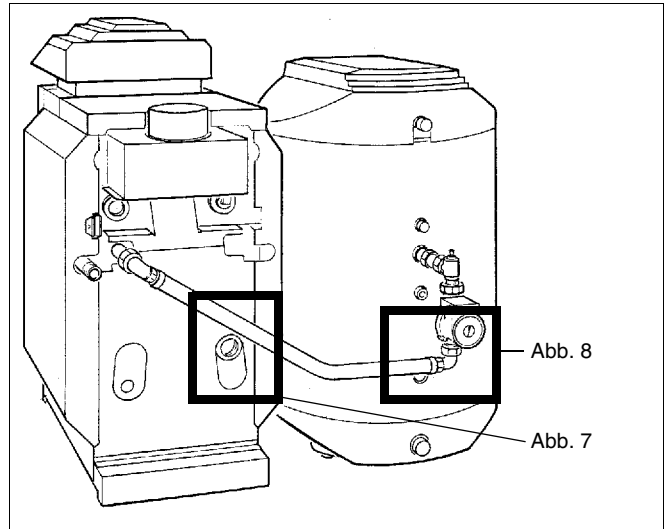
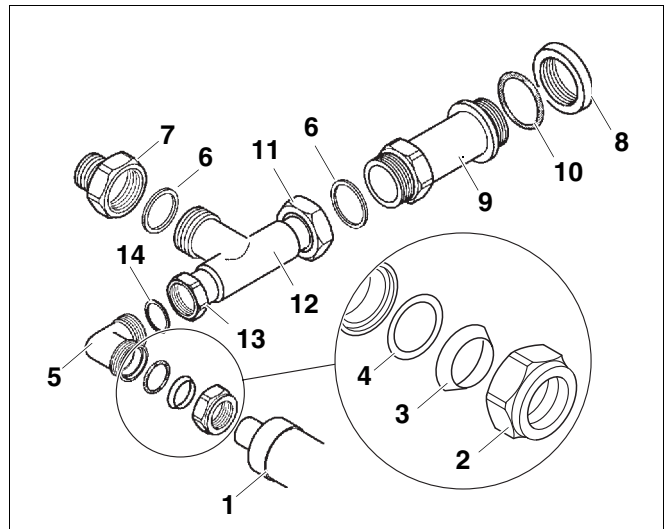

Abb. 6 Rückansicht, Vorlaufverbindung montiert
Abb. 7 Kesselrücklauf/Speicherrücklauf am Kessel
- O-Ring (Abb. 7, Pos. 10) in die Nut des Doppelnippels einlegen und Doppelnippel in den Kesselrücklauf/Speicherrücklauf am Kessel einschrauben (Abb. 6 und 7).
- Dichtung in die Überwurfmutter G 1 1/2 des T-Stücks einlegen und T-Stück am Doppelnippel festschrauben (Abb. 6 und 7).
- Falls kein Kesselanschlusset KAS 1 verwendet wird: Dichtung in die Überwurfmutter des Übergangsstücks G 1 1/2 auf R 1 1/4 einlegen und Übergangsstück auf den seitlichen Abgang des T-Stücks aufschrauben (Abb. 6 und 7).
- Überwurfmutter, Klemmring (abgeschrägte Seite zuerst!) und O-Ring (Abb. 7, Pos. 4) in dieser Reihenfolge über das Rücklaufrohr schieben (Abb. 7).
- Winkelklemmringverschraubung und Rücklaufrohr mit Überwurfmutter verschrauben (Abb. 6 und 7).
- Dichtung in die Überwurfmutter G 1 des T-Stücks einlegen und die Winkelklemmringverschraubung am T-Stück festschrauben (Abb. 6 und 7).
- Dichtung in die Überwurfmutter auf der anderen Seite des Rücklaufrohrs einlegen und Rücklaufrohr am Speicherrücklauf anschrauben (Abb. 6 und 8).